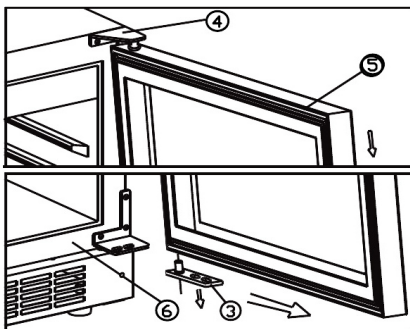

fig. 8.2
- Démontez la porte en tirant vers l'avant à l'opposé de la charnière supérieure. Voir fig. 8.2.